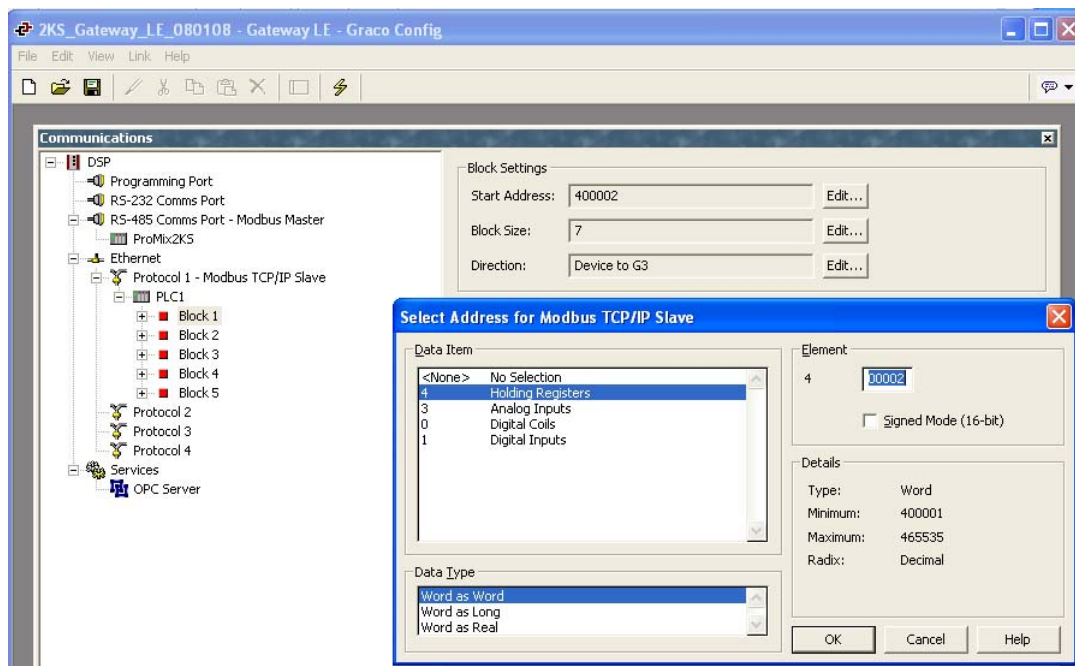

FIG. 23: Asignación de bloques de Gateway
1. Vea la FIG. 23. Seleccione el bloque para la asignación de datos. Haga clic en el botón Edit (Editar) junto al campo Start Address (Dirección inicial) en el lado derecho de la ventana. Se abrirá la ventana Select Address (Seleccionar dirección).